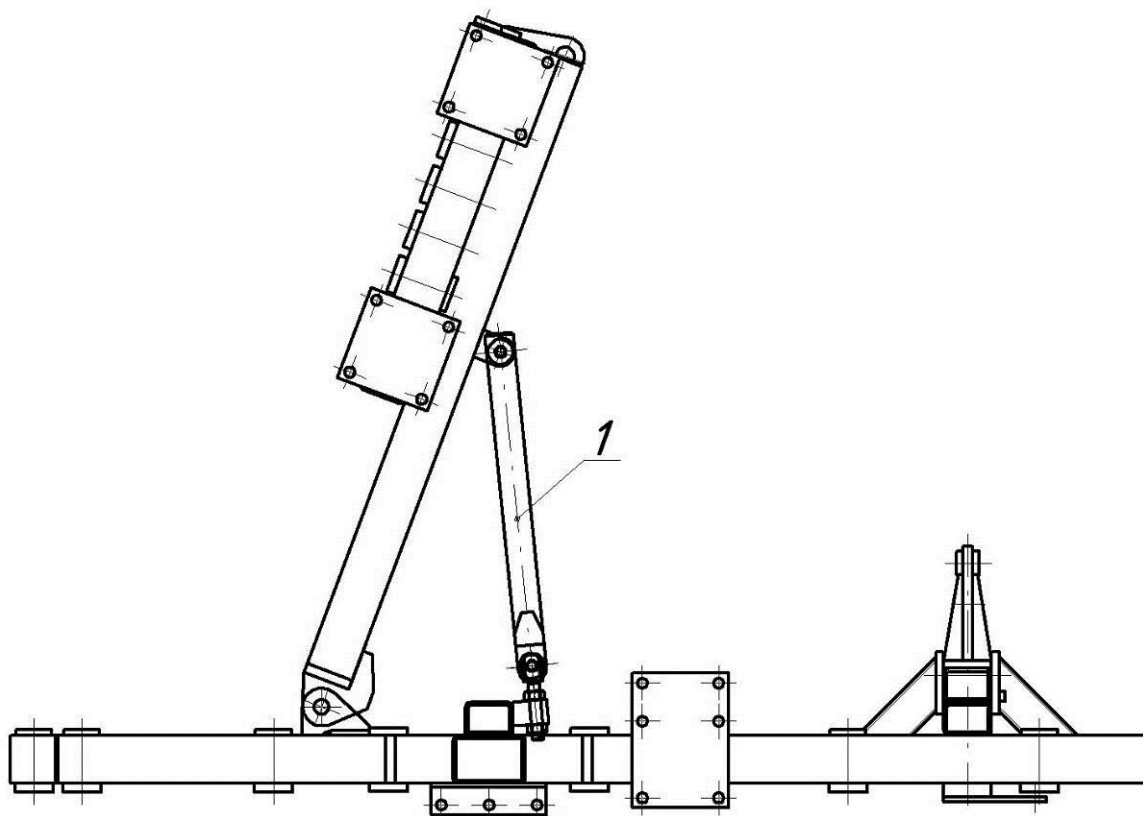

Рис. 4.1.4
4.1.7. На соответствующие кронштейны боковых рам (рис.4.1.4) установите фиксаторы 1 боковых рам, используя оси Ø20х118мм. С обеих сторон оси установите шайбы Ø21мм и зафиксируйте шплинтами Ø5х60мм.